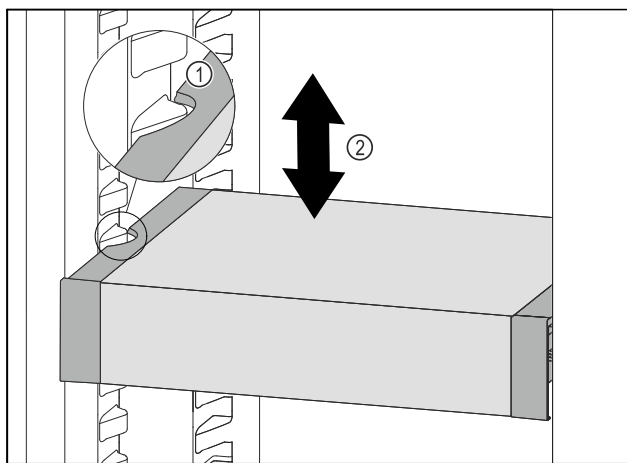

Fig. 91
- Táhněte VarioSafe dopředu, dokud nebudou boční vybrání VarioSafe na úrovni žebrování na nádoby v chladničce. Fig. 91 (1)
► Posouvejte VarioSafe v chladničce nahoru nebo dolů, dokud nedosáhnete požadované výšky. Fig. 91 (2)